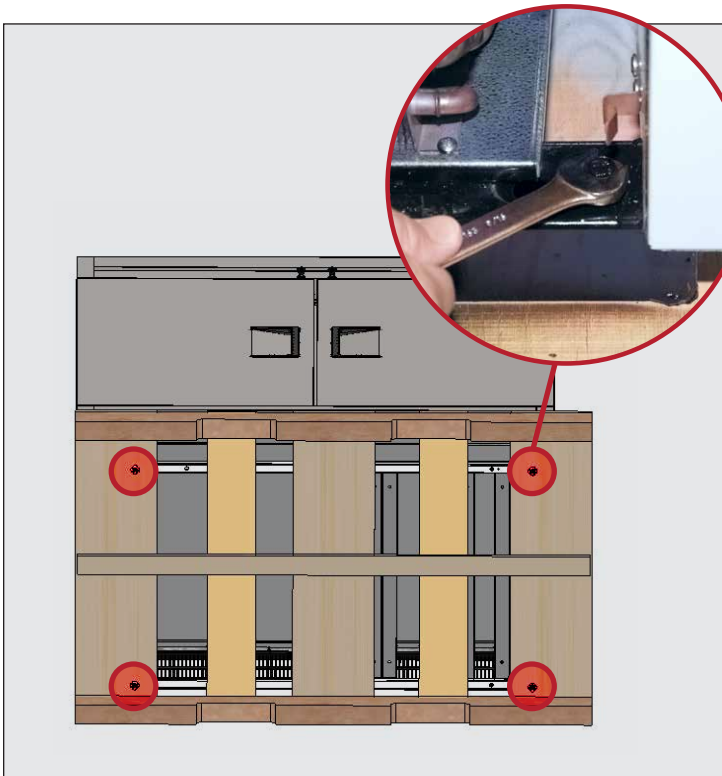

Fig. 4. Retire los pernos de la plataforma.
2. Con una llave inglesa, retire todos los pernos de transporte que fijan la plataforma de madera a la parte inferior del aparato. Véase la fig. 4.